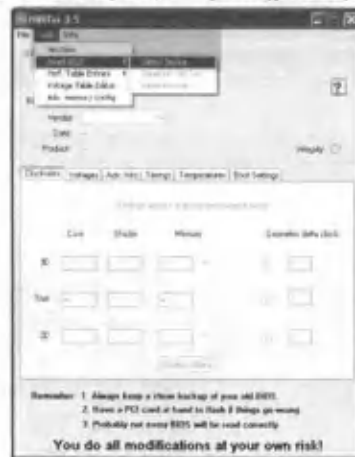

рис.2
2. Считываем BIOS, выбрав в меню соответствующий пункт (рис.2).